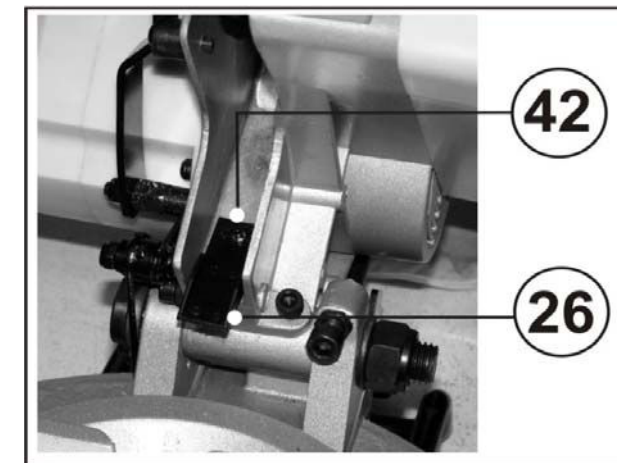

Рис.26
Если когда-либо возникнет необходимость замены пылеотбойника (26), Рис. 26, снимите пильный диск. Вывинтите винт (42), смените пылеотбойник (26).